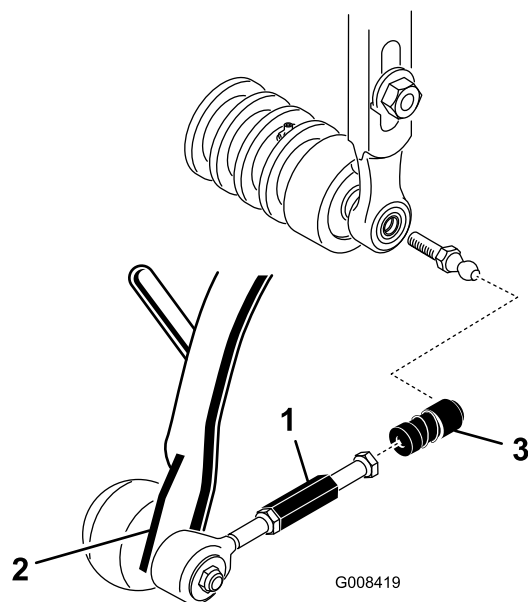

Figure 17
7. Repoussez le manchon sur chaque douille de rotule et accrochez la douille sur la rotule du plateau de coupe (Figure 17).